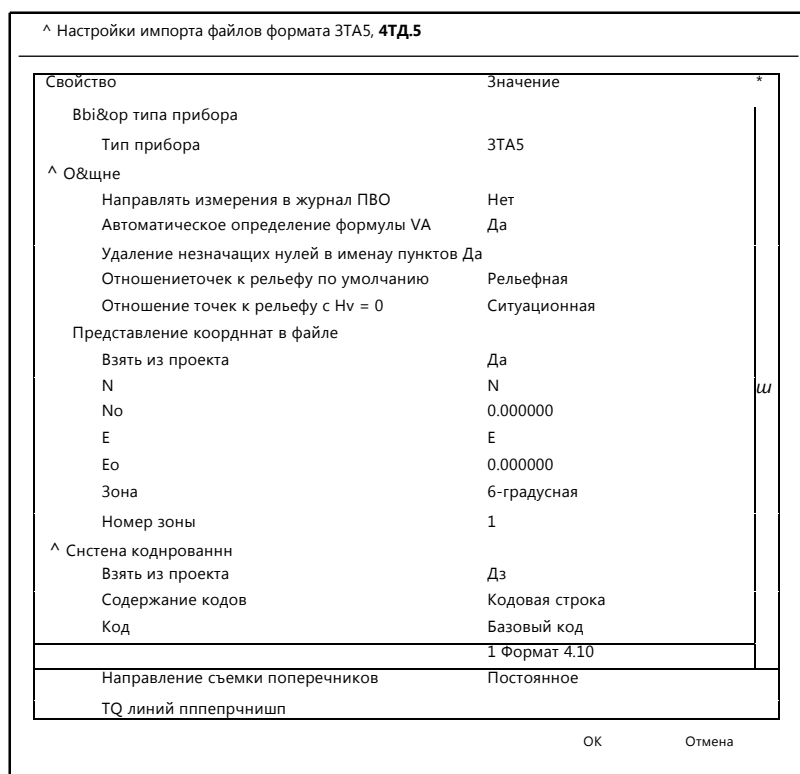

Рис. 4.2
2. Нажмите кнопку [Настройки]. Установите настройки импорта согласно рис. 4.2.